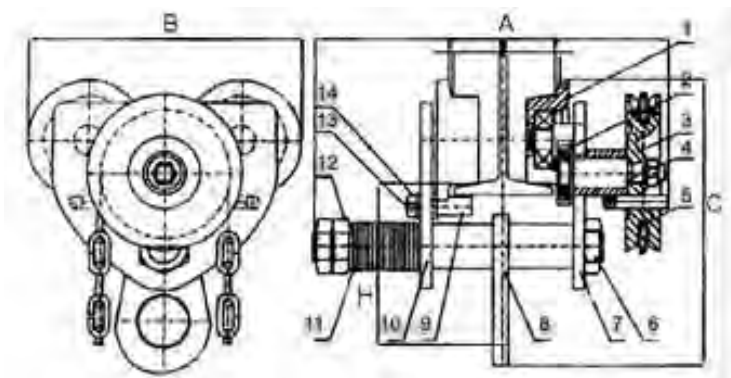

Рисунок 1. Габаритные размеры тележка приводная для тали тип В.
Тележка с приводом (см. рисунок. 1) состоит из левой пластины (10), правой пластины (7), подвесного штифта (6), подвесной пластины (8), ручного колеса (3), вала (4) и т.п.
- При монтаже тележки количество регулировочных шайб с внутренней и внешней стороны пластины должно быть одинаковым. С целью правильной установки внешнего зазора F между колесным фланцем и двутавровой балкой количество регулировочных шайб с внутренней стороны пластины в случае необходимости может быть увеличено или уменьшено на единицу (см. рисунок 1).
- После монтажа тележки на двутавровой балке, подтяните гайки (12) на подвесном штифте (6) и проверьте работоспособность тележки при малой нагрузке. При хорошем контакте колес с двутавровой балкой затяните стопорные гайки. При затяжке гаек соблюдайте осторожность.
- После монтажа тележки с приводом на двутавровой балке (см. рисунок 1) необходимо выставить зазор F между вращающейся втулкой (9) и основанием двутавровой балки, для чего ослабьте гайку (14) и передвигайте ось (13) до установления требуемого согласно спецификации значения, после чего затяните гайку (14).